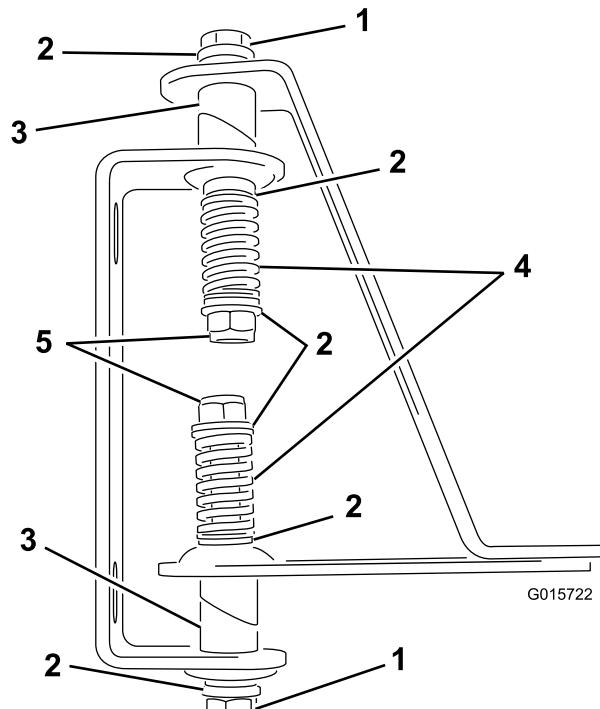

図 3
4. 蝶番に溶接されているチューブ、蝶番、ストラップにボルトを通す (図 3)。
6. 各ボルトの端部にスプリングを取り付ける (図 3)。